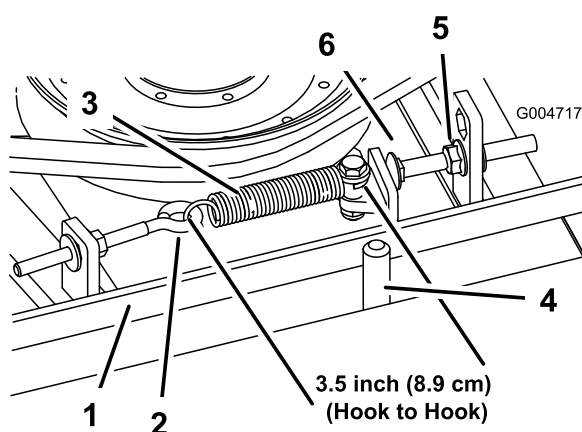

Figura 65
Cuando está correctamente tensado, la longitud del muelle de extensión (entre ganchos) debe ser de $3,50 \pm 0,25$ pulgadas aproximadamente (medida interior). Una vez que haya obtenido la tensión correcta del muelle, ajuste el perno de tope (perno de cuello cuadrado) hasta que quede aproximadamente $0,125 +0,060/-0,000$ pulgadas de holgura entre la cabeza del perno y el brazo tensor (Figura 65).
Nota: Asegúrese de que la correa está colocada en el lado del muelle de la guía de la correa (Figura 65).
2. Afloje el perno de ojal para poder retirar el muelle de extensión (Figura 65).
Desenrosque la tuerca lo suficiente para permitir que el brazo tensor pase por el perno de tope (Figura 65). Aleje la polea tensora de la correa para aliviar la tensión de la correa.
8. Vuelva a conectar el muelle de extensión (Figura 65) al perno de ojal y tense la correa de la siguiente manera: